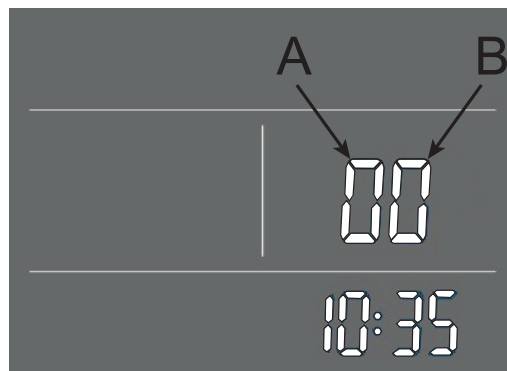

Figura 6-3 - Profilazione
2.-premere il pulsante , comparirà una schermata (Figura 6-3) dove inserire la password: